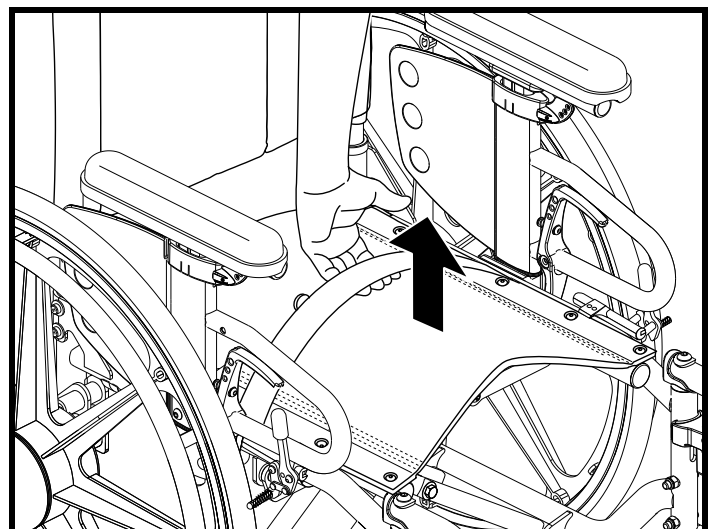

Figure 8. Replie ment du Litestream XF LTD
4. Tirez sur la toile du siège afin de ramener les roues ensemble. Voir la figure 8.